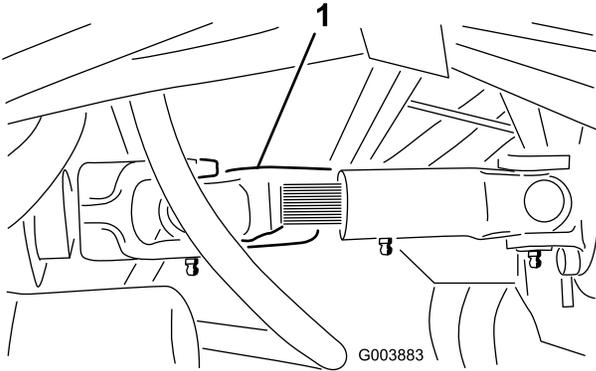

図 35
2. 駆動シャフトをトランスミッションに固定しているボルトをゆるめる（図 35）。
6. 牽引が終わったら、図 35のように駆動シャフトを元通りに取り付ける。スプ